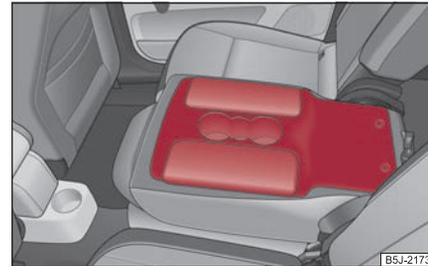

Abb. 73 Rücksitze: Armlehne
- Sie können die mittlere Sitzlehne nach vorn klappen ⇒ Seite 68, „Sitze vorklappen“ und als Armlehne oder Tisch mit Getränkehalter verwenden ⇒ Abb. 73.